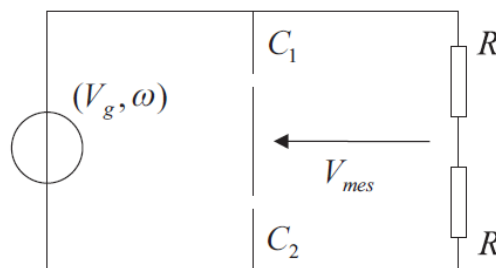

Figure 2
- 3) Les deux condensateurs sont montés dans un circuit en pont selon le schéma de la figure 2. Exprimer la tension différentielle de mesure V_{mes} en fonction de x , l , ϵ_r et V_g .